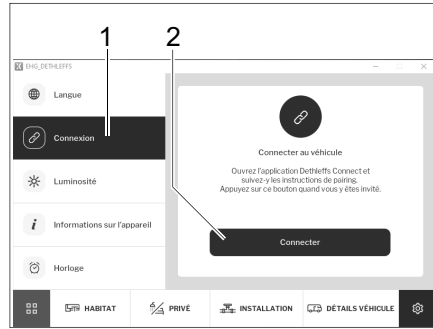

Fig. 293 Connexion via l'écran EHG
- Appuyer sur la touche *Connexion* (Fig. 293,1).